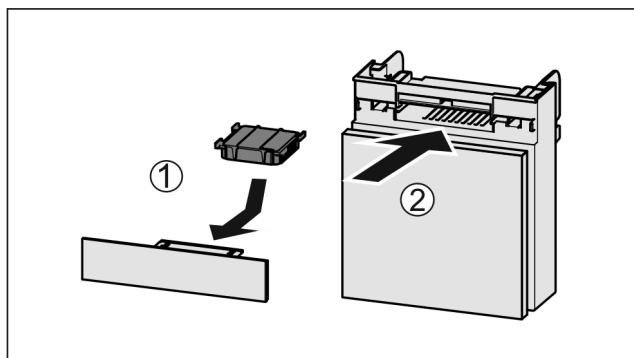

Fig. 196
- ▶ Insérer le filtre à charbon actif d'après le schéma Fig. 196 (1).
- ▶ Insérer le compartiment Fig. 196 (2).